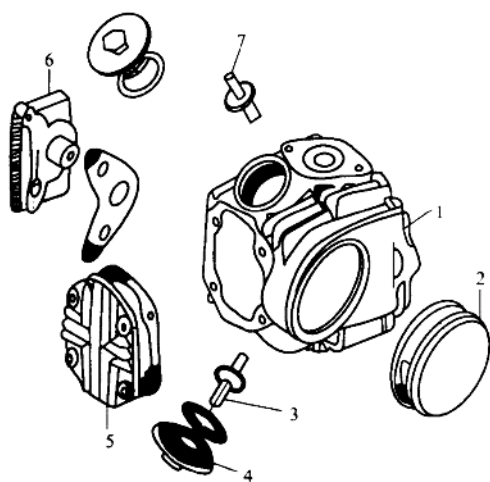

图 1-5 LX90、LX90-A 发动机气缸盖
1. 气缸盖的结构 采用顶置凸轮轴的 LX90、LX90-A 气缸盖由摇臂室、气门室、链轮室以及进排气道、燃烧室等组成。因此在气缸盖上不仅要安装火花塞,还要安装气门导管、气门座、凸轮轴、摇臂轴等。图 1-5 为 LX90、LX90-A 发动机气缸盖,上方有一进气通道,通过进气口处的法兰面与进气管连接,下方有一排气通道,用两个双头螺栓将排气管法兰紧固于气缸盖上。链轮室在左侧,用以安装配气从动链轮及链条。气缸盖